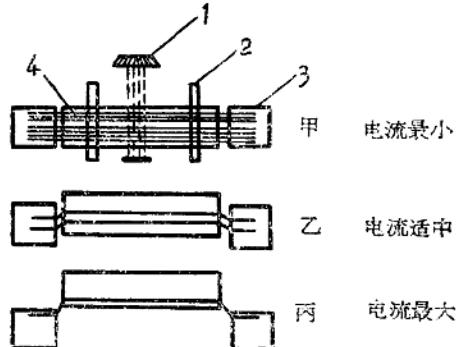

图 1-6 活动铁芯调节
- 細調節。利用活动鐵芯(进或出)調節磁通量的大小(如图 1-6)，可以达到完全适应焊接需要的电流(II 180—380 安培，I 50—200 安培)。